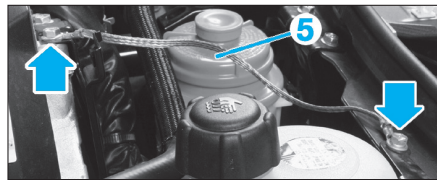

FIG. 4
- le câble de masse (5) (Fig.4).